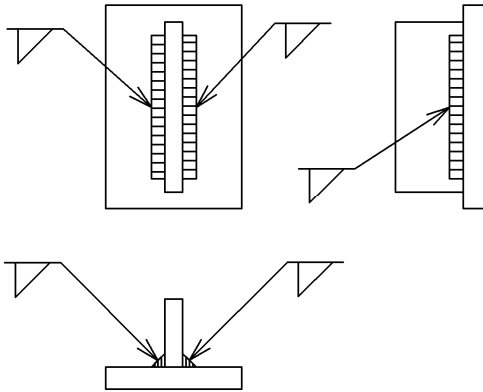

図6—すみ肉溶接の正しい矢印の付け方の例
- 矢印は、転写された溶接部の外形線 (止端部) に付ける (図 6 参照)。